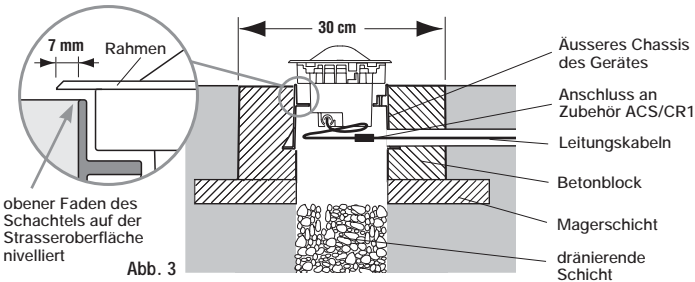

Abb. 3
- 5) se référer à la figure 3, faire une base de ciment sur laquelle s'appuie le bloc de béton en ayant soin de laisser au centre un trou de diamètre 12 cm pour le drainage. Prévoir le passage des câbles électriques.
- 6) insérer le puits extérieur de l'appareil dans un bloc de fondation en béton dosé à 200 Kg de ciment type 325 par mètre cube de mélange ayant un diamètre (ou un côté) non inférieur à 350 mm. Le bord supérieur du puits extérieur de l'appareil devra être parfaitement nivelé au plan du sol selon le détail de fig.3.
- 5) vgl. **Abbildung 3**. Legen Sie ein Bett aus leichtem Zement an, auf dem Sie den Betonblock aufsetzen; achten Sie dabei darauf, in der Mitte ein Loch mit Durchmesser von mindestens 12 cm fürs Dränage. Ein Durchgang für die Kabeln vorsehen.
- 6) Das Chassis des Gerätes in einen Zementboden einlassen, der auf 200 Kg Zement des Typs 325 pro Kubikmeter Mischung bemessen ist. Der Zementblock muss einen Durchmesser (oder eine Seite) von mindestens 30 cm haben. Der obere Rand des aussen Schachtels mit der Fußgänger Oberfläche aufmerksam anpassen. (Abb.3)